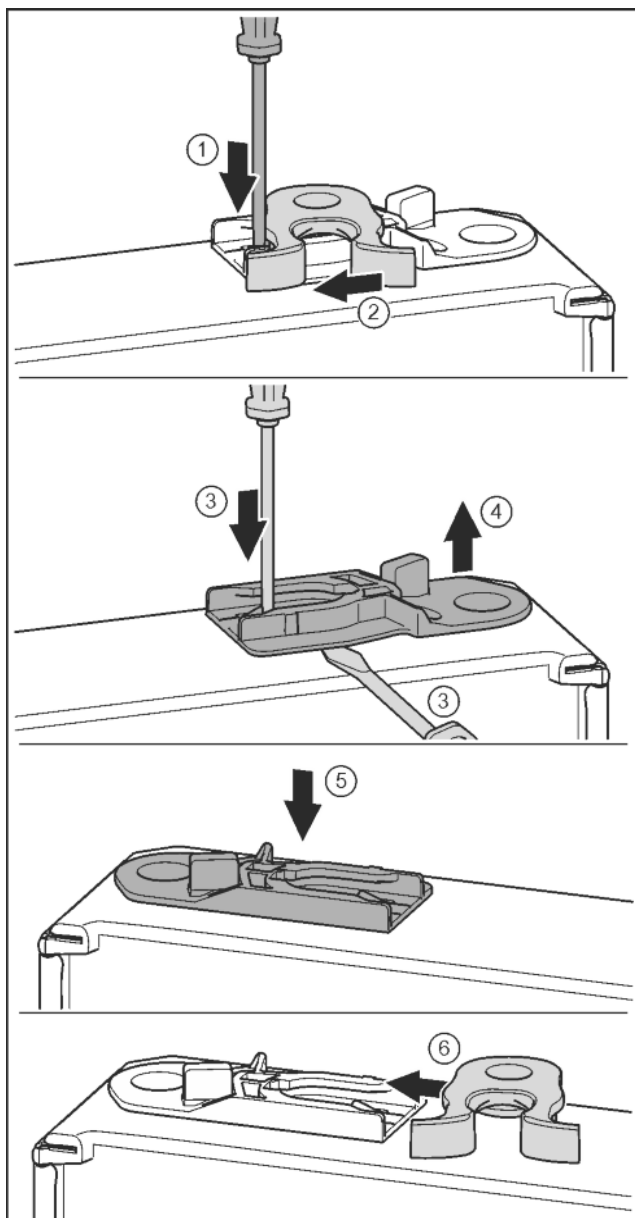

Fig. 20
- ▶ Odvijačem s prorezom pritisnite jezičac prema dolje. Fig. 20 (1)
- ▶ Izvucite kuku za zatvaranje iz vodilice. Fig. 20 (2)
- ▶ Izvucite čahuru za vođenje: Odvijačem s prorezom pritisnite jezičac i istovremeno umetnite odvijač s prorezom ispod čahure za vođenje. Fig. 20 (3, 4)
- ▶ Gurnite čahuru za vođenje koja je uključena u isporuku na drugoj strani uređaja. Fig. 20 (5)
- ▶ Gurnite kuku za zatvaranje u vodilicu. Fig. 20 (6)